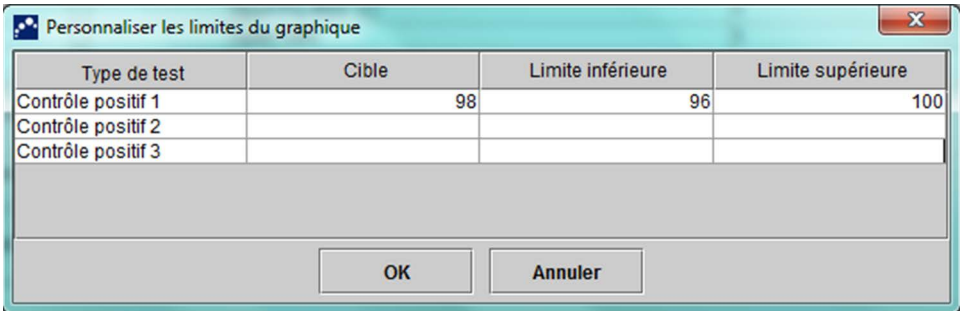

Figure 6-5. Boîte de dialogue Personnaliser les limites du graphique
- Bouton **Personnaliser les limites du graphique** : sélectionnez les limites des données à utiliser pour afficher les données. Appuyez sur le bouton **Personnaliser les limites du graphique**. La boîte de dialogue Personnaliser les limites du graphique s'affiche. Consultez la Figure 6-5.